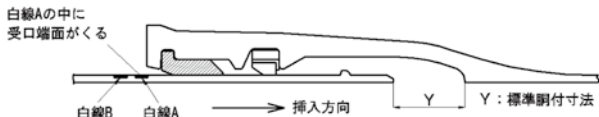

図19 挿入状態
- (3) レバーホイストを操作し、ゆっくりと挿し口を受口に挿入する。挿し口外面に表示してある2本の白線のうち白線Aの幅の中に受口端面を合わせる(図19)。